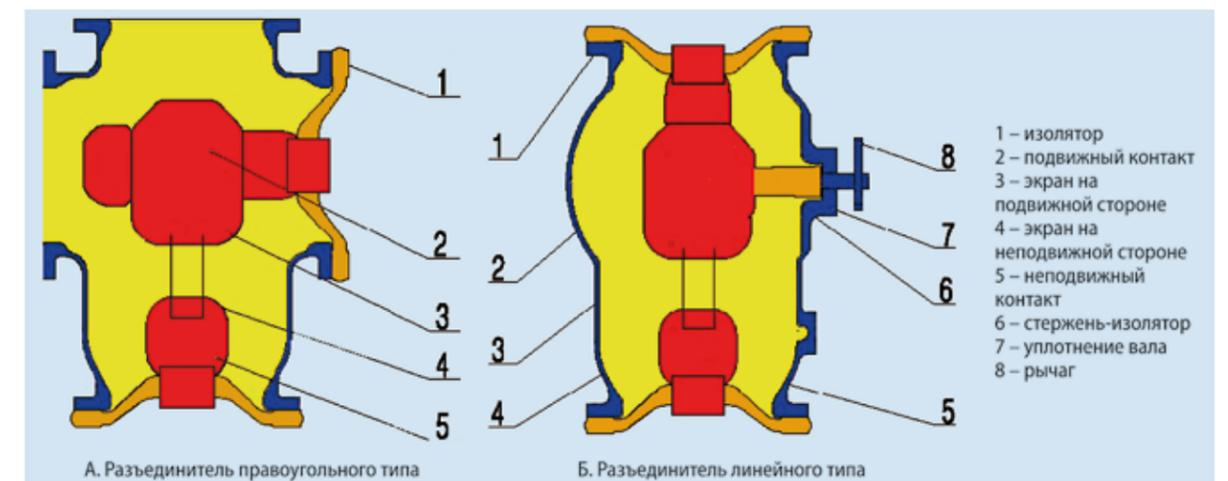

Рис. 3.4 Разъединитель
3.2 Разъединитель (см. рис. 3.4)